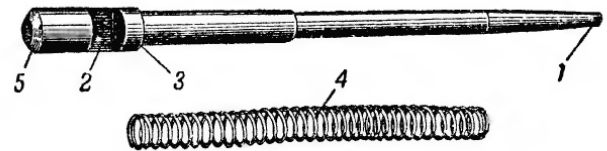

**Рис. 24. Выбрасыватель:**
**25. Выбрасыватель с упором и пружиной** (рис. 24) служит для извлечения гильзы из патронника и удержания ее в чашечке остова затвора при движении затвора назад. Он имеет: зацеп для захватывания за край гильзы; выступ, ограничивающий смещение выбрасывателя вперед и в стороны; гнездо для конца упора; продольный вырез для вывода конца упора из гнезда выбрасывателя при отделении последнего от затвора.